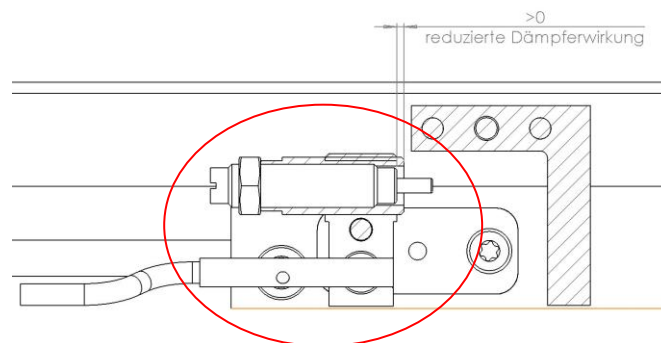

Fig. 21 Reduced damper effect
1. Druckluft an P1 anschliessen (Abb. 21, P1) (Schlitten ausfahren).
2. Klemmschraube (Abb. 21, 1) lösen.
3. Position durch Verdrehen der Anschlaghülse (Abb. 21, 3) einstellen.
4. Stossdämpfer durch Verdrehen einstellen (Abb. 21, 2).
5. Klemmschraube (Abb. 21, 1) festziehen.
6. Druckluft an P2 anschliessen (Abb. 21, P2) (Schlitten einfahren).
7. Klemmschraube (Abb. 21, 1) lösen.
8. Position durch Verdrehen der Anlagschraube (Abb. 21, 3) einstellen.
9. Stossdämpfer durch Verdrehen einstellen (Abb. 21, 2).
10. Klemmschraube (Abb. 21, 1) festziehen.